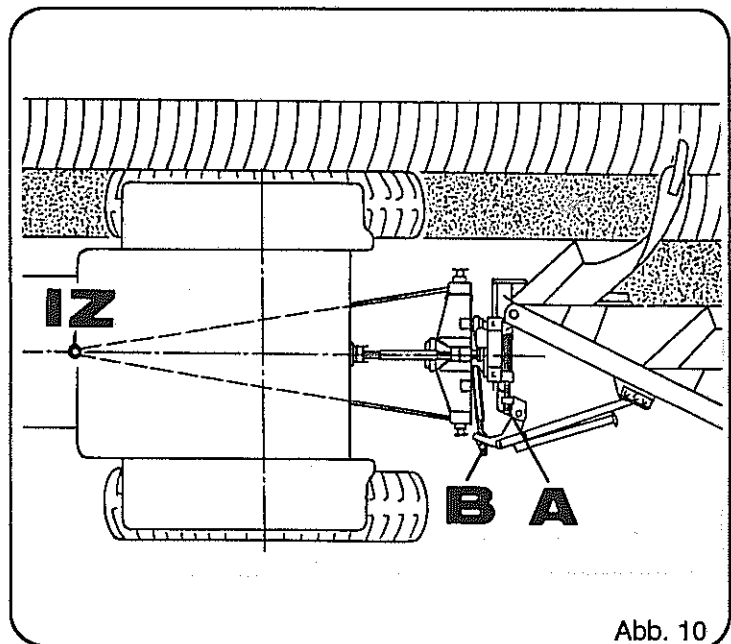

Abb. 10
Beim Pflug mit Rahmeneischwenkung wird mit der Spindel B (Abb. 10) der Rahmen so eingestellt, daß die Anlagen parallel zur Fahrtrichtung stehen. Mit dieser Spindel kann auch der ideale Zugpunkt (Abb. 10, Pos. IZ) und der Anlagendruck beeinflußt werden.
- Stellen Sie zunächst mit der Spindel B (Abb. 10) den theoretischen Abstand ein, wie er aus dem